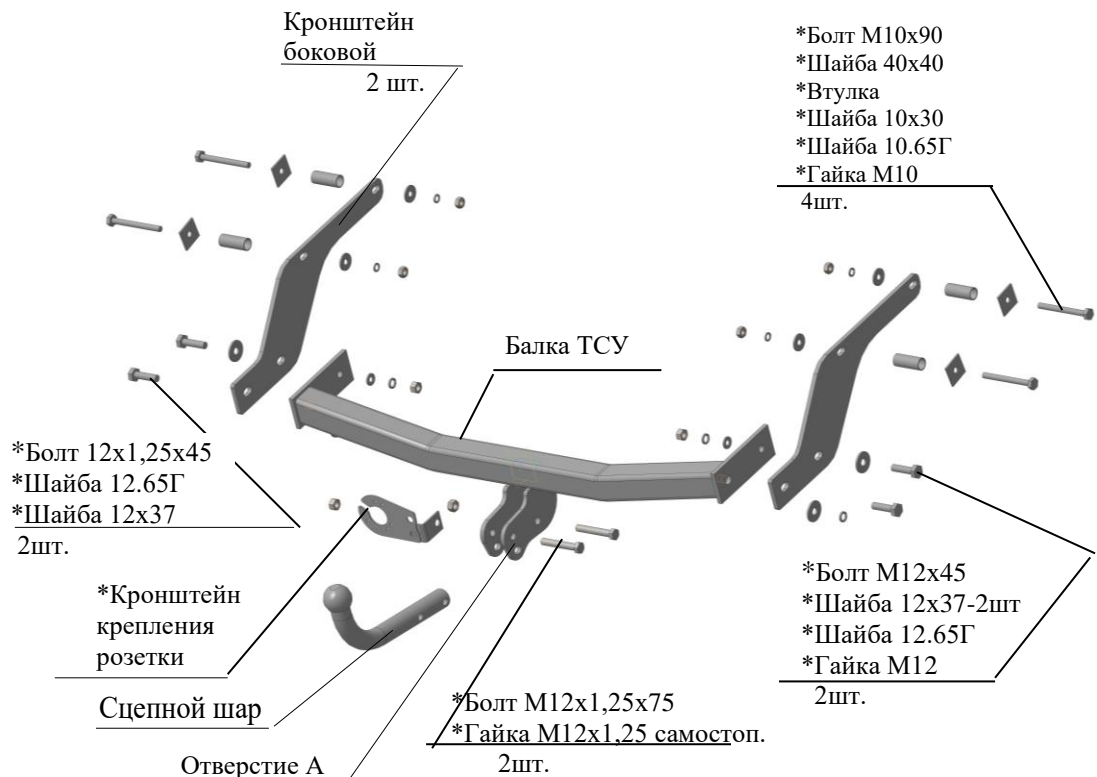

Рис.1 Тягово-сцепное устройство ТСУ 9070.
2.1 ТСУ 9070 в сборе (рис.1)	1 шт.
2.2 Пакет с комплектующими (см. рис.1)	1 шт.